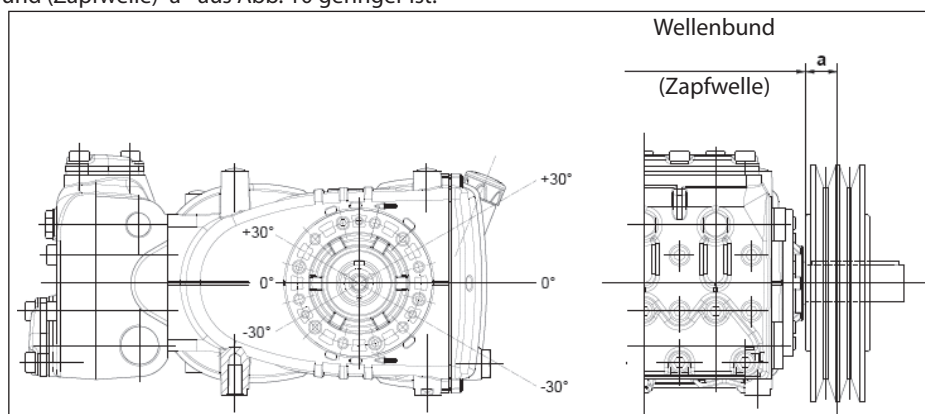

Abb. 10
Die radiale Belastung der Welle darf 3000 N (für die Definition der Anordnung erforderlicher Wert) nicht übersteigen. Der Antrieb gilt als richtig bemessen, wenn die Belastung bei einem maximalen Abstand $a=30$ mm vom Wellenbund (Zapfwelle) angewandt wird, siehe Abb. 10.
- b) Verwenden Sie Hochleistungsriemen - zum Beispiel **XPB** statt **SPB** - da hierbei weniger Riemen bei gleicher Leistungsübertragung benötigt werden und der Abstand zum Wellenbund (Zapfwelle) "a" aus Abb. 10 geringer ist.
- e) Folgen Sie der Spannungsrichtung des Riemen lt. Angaben in Abb. 10. Wenden Sie sich bei anderen Anforderungen an die **technische Abteilung** oder den **Kundendienst**.